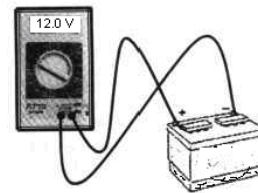

Figura 2.11
El voltaje de corriente directa (CD), de una batería es constante y no cambia (figura 2.11).